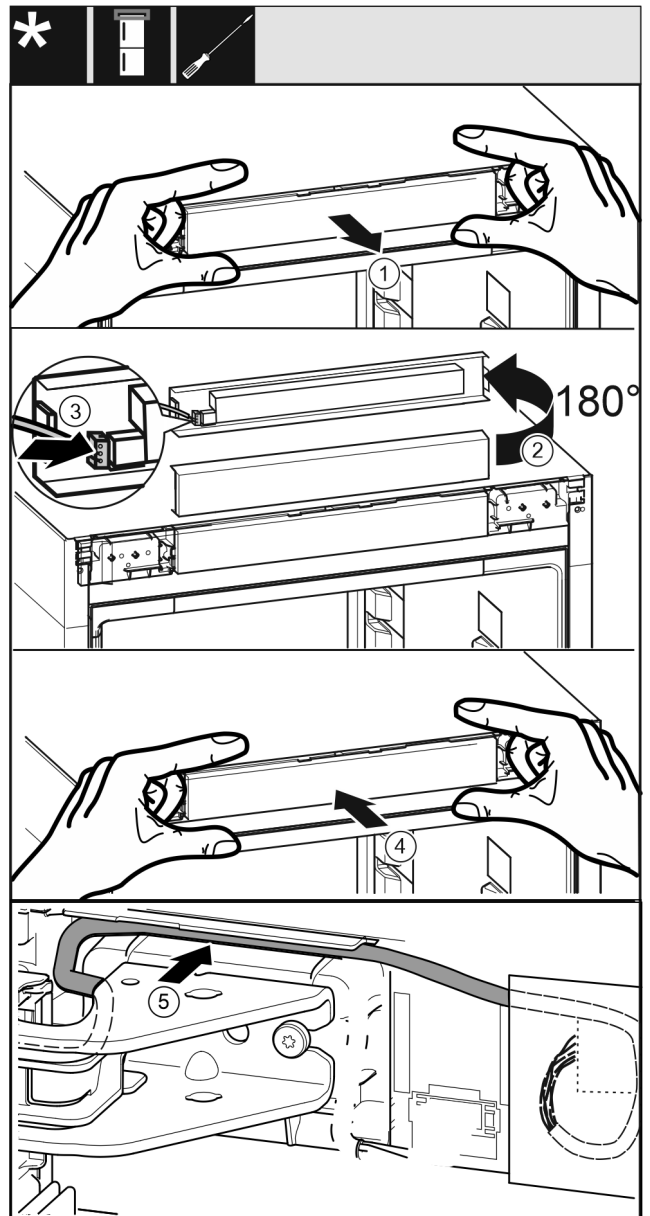

Fig. 43
- ▶ Αφαιρέστε προσεκτικά την πρόσοψη χειρισμού. Fig. 43 (1)
- ▶ Περιστρέψτε το διακοσμητικό κάλυμμα 180° προς τα επάνω. Fig. 43 (2)
- ▶ Κουμπώστε το φινιρίσμα στην πρόσοψη του χειριστηρίου. Fig. 43 (3)
- ▶ Κουμπώστε ξανά την πρόσοψη χειρισμού στη συσκευή. Fig. 43 (4)
- ▶ Τοποθετήστε το γκρι καλώδιο προσεκτικά στον οδηγό πάνω από το επάνω στήριγμα. Fig. 43 (5)